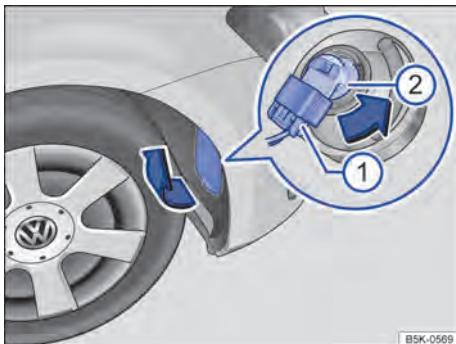

Fig. 222 No protetor da caixa de roda dianteiro direito: substituir a lâmpada incandescente no farol.
3. Se necessário, levantar com cuidado a cobertura no protetor da caixa de roda, no sentido da seta, com a lâmina plana da chave de fenda das ferramentas de bordo ⇒ Fig. 222.
4. Destrarvar e retirar o conector ①.
5. Girar o suporte de lâmpadas ② até o batente no sentido anti-horário (seta) e retirar para trás com a lâmpada incandescente.
8. Encaixar o conector ① no suporte da lâmpada ②. O conector deve encaixar audivelmente.
9. Encaixar a cobertura no protetor da caixa de roda ⇒ Fig. 222.